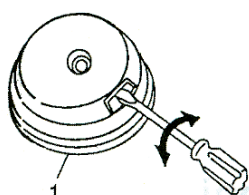

Fig. 2-1
1. Lösen Sie den Schneidgehäusedeckel (1), indem Sie mit den Daumen die Sperren fest hineindrücken, ODER hebeln Sie den Deckel mit einem Minusschraubendreher los (wie in Fig. 2-1 gezeigt). ACHTUNG: Halten Sie den Deckel gut mit der Hand fest, da die Spule andernfalls durch die Federkraft aus dem Gehäuse getrieben wird.